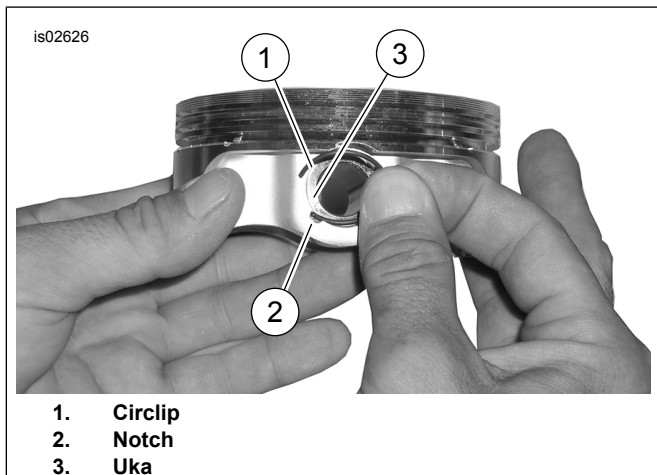

Figure 3. Circlip at Piston
1. Tingnan ang Figure 3 . Ipasok ang bukas na dulo ng circlip (1) sa notch (2) na nasa groove (3) sa palibot ng piston pin boss nang sa gayon ang gap ay diretsong nakataas o diretsong pababa na posisyong kapag nakakabit.